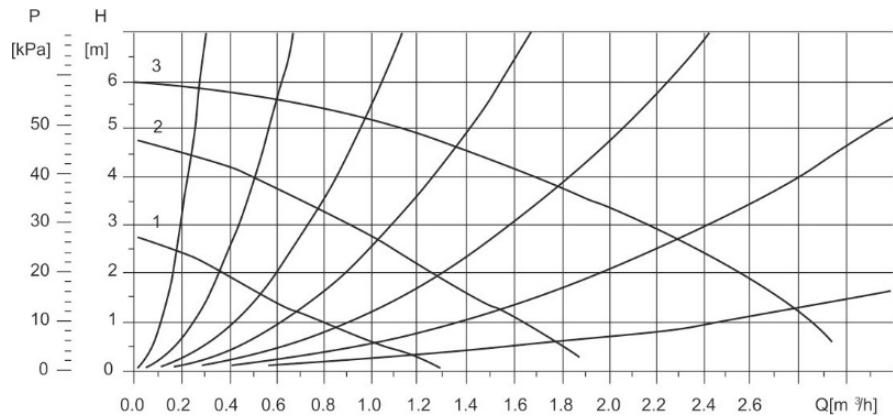

Рис. 18. Кривая характеристики давления насоса
- Поочередно нажмите кнопки взвода в центре термостатов (см. Рис. 18), пока один из них не издаст щелчок.